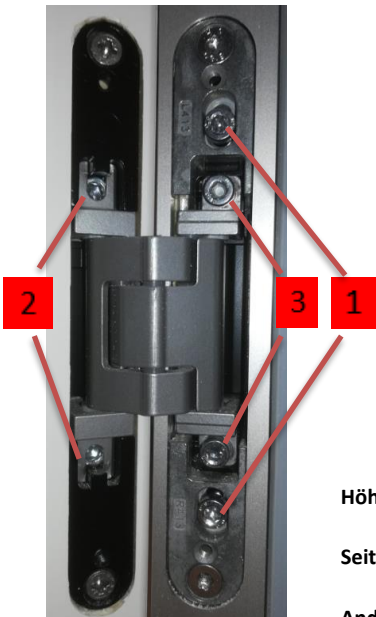

Bild 5: Einstellung TE240
- Erforderlichenfalls eine Feineinstellung der Bänder vornehmen (siehe Anleitung unterhalb bzw. Bild 5).